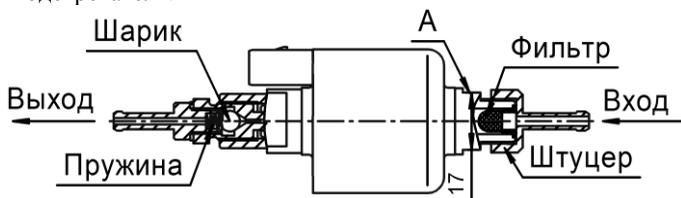

Рис.5 – Топливный насос
- б) (ключ на 17 мм) от поворота за поверхность А, отвернуть штуцер и снять фильтр (см. рис.5, запрещается фиксация топливного насоса за другие поверхности при отворачивании и наворачивании штуцера);